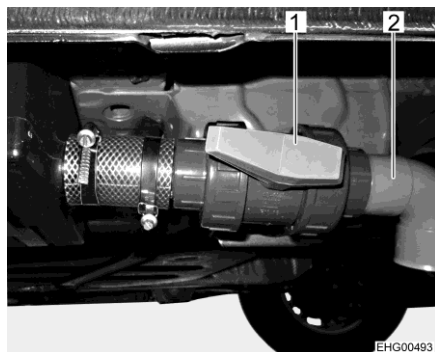

Fig. 65 Robinet de vidange pour réservoir d'eaux usées
- Ouvrir le robinet de vidange. Placer pour ce faire la poignée de commande bleue (Fig. 65,1) à l'horizontale (un quart de tour dans le sens des aiguilles d'une montre). Les eaux usées s'écoulent.